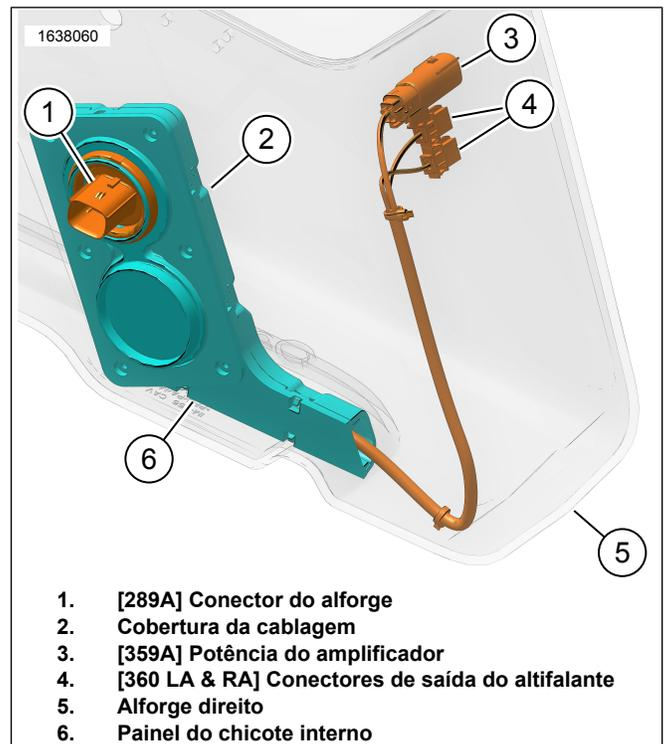
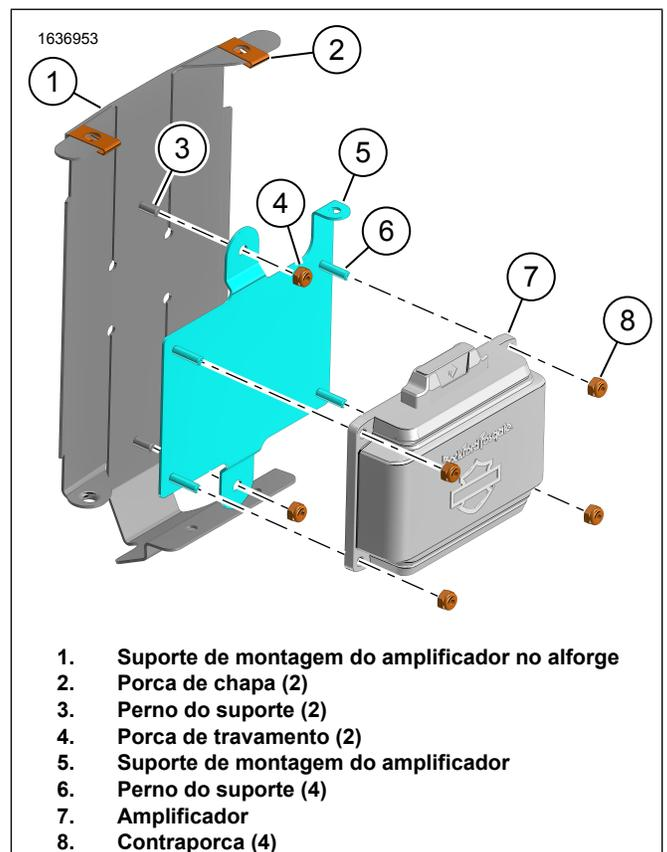
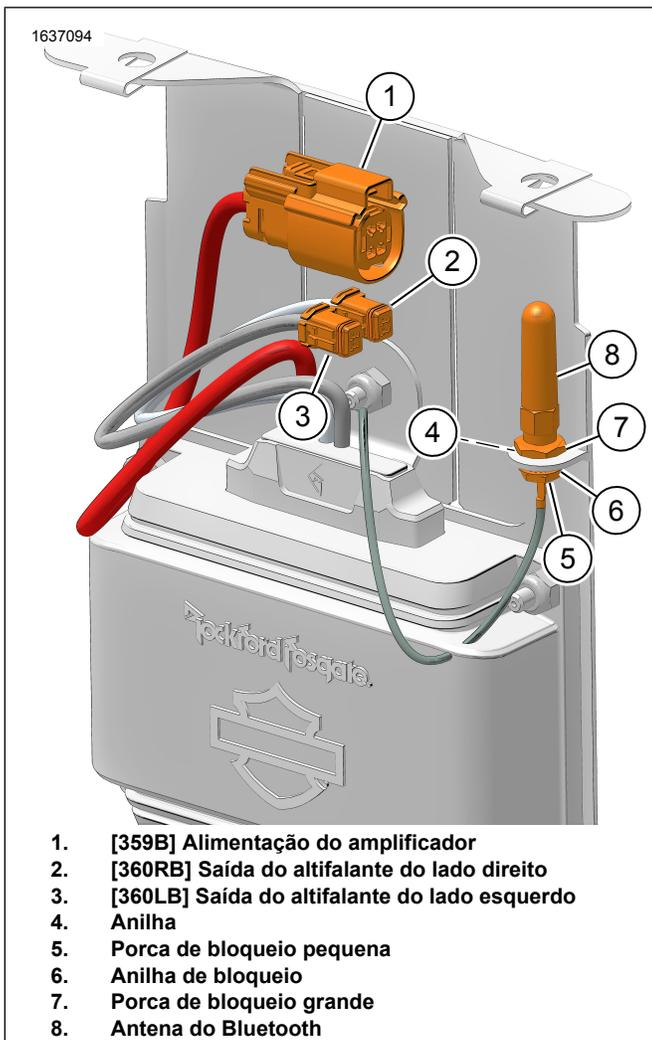
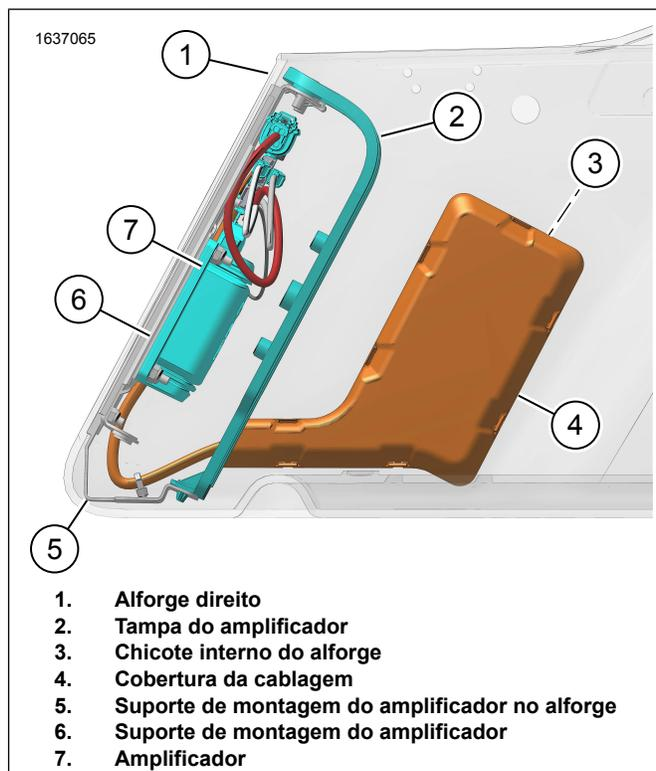

Figura 8. Painel do Chicote Interno 69202871
Figura 9. Suporte de Montagem do Amplificador
Figura 10. Unidade do Amplificador
Figura 13. Chicote do alforje com amplificador
8. Ver a Figura 8. Instale o chicote de fios interno conforme demonstrado.
- a. Instale a cobertura do chicote de fios (2).
9. Ver a Figura 10. Montagem da antena.
- a. Instale uma pequena anilha de bloqueio (5) e uma anilha de bloqueio (4) na base da antena.
- c. Instale a anilha (4) e a porca de bloqueio grande (7). Aperte a montagem.
10. Ver a Figura 9. Monte o suporte de montagem do amplificador.
- a. Instale as porcas rápidas (2).
- b. Instale o conjunto do suporte de montagem do amplificador (5) no pino do suporte (3).
- c. Instale a porca de bloqueio (4). Aperte.
- d. Instale o amplificador (7).
- e. Instale a porca de bloqueio (4). Aperte.
11. Ver a Figura 13. Instale o conjunto do apoio de montagem.
14. Ver Figura 8 e Figura 10 . Ligar o Chicote de Fios Interno à Unidade do Amplificador.
15. Ver a Figura 10. Ligue os fios do altifalante do lado direito à Unidade do Amplificador.
Ver Figura 8 e Figura 10 . Ligar o Chicote de Fios Interno à Unidade do Amplificador.